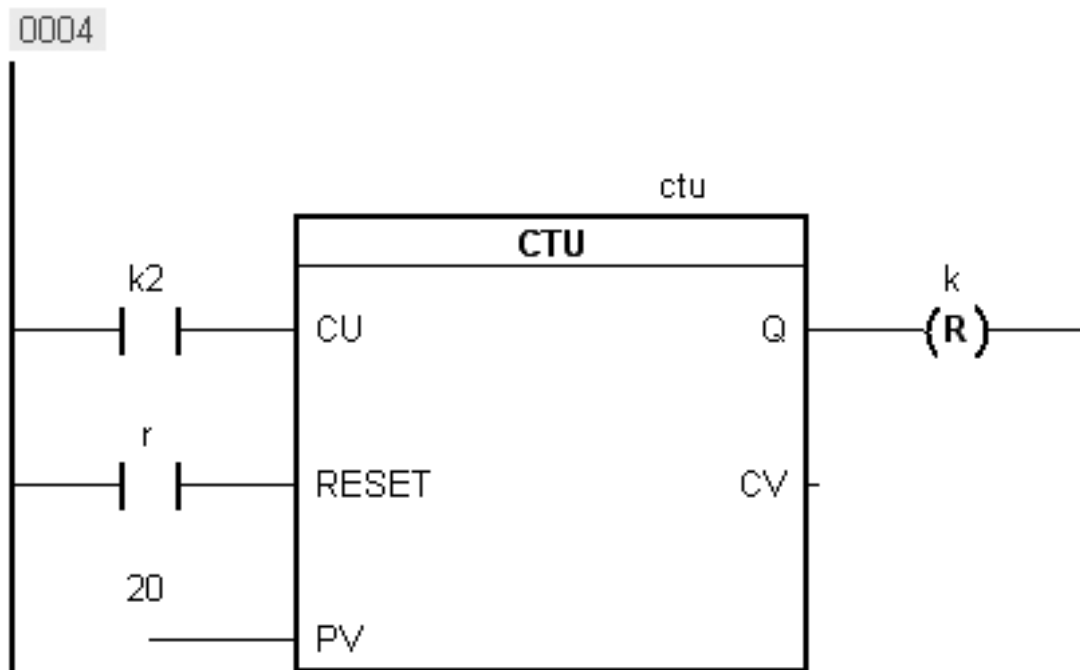

Рисунок 2.6.17 – Схема реалізації лічильника
Приклад згідно рис. 2.6.17: при натисканні кнопки **r** лічильник "обнуляється", при надходженні кожного сигналу на вхід (**k2**) лічильник на виході **CV** збільшиться на одиницю. Коли кількість імпульсів на виході **CV** досягне заданого значення входу **PV** (20) – вихід **Q** установиться в логічну "1". Так можна робити відлік якихось подій і після певного їхнього числа вмикати необхідний механізм.